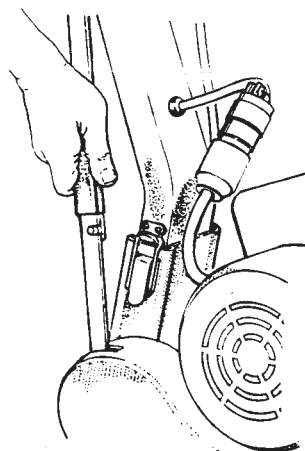

Figure 2
2. Faire glisser le collier au-delà du chevauchement de l'axe de commande ; retirer la goupille de l'encoche. Voir Figure 2.
4. Libérer les loquets de poignée et retirer la poignée du châssis. Voir Figure 2.